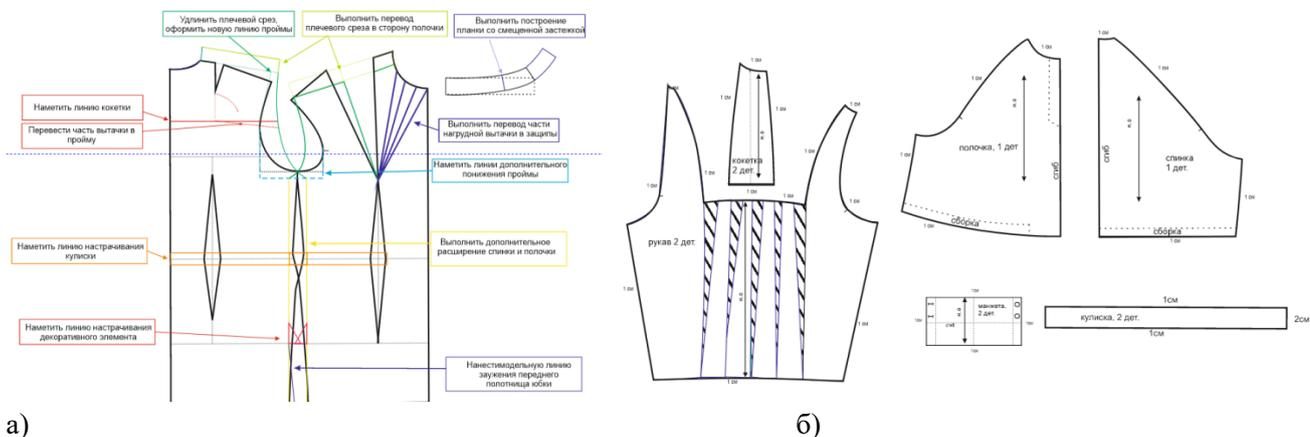

Рисунок 1 – пример оформления листа задания: а) нанесение линий и необходимых надписей для моделирования чертежа основы, б) результат моделирования
2. Используя графический редактор для конструирования и моделирования швейных изделий, в соответствии с эскизом и описанием нанесите новые фасонные линии на копию базового чертежа конструкции блузы на размер 42-44, соблюдая пропорции. Нанесите необходимые комментарии *по аналогии с ручным моделированием* (к примеру: закрыть вытачку) на изображения копии базового чертежа и представьте этот лист членам жюри в виде скриншота экрана и файла, сохраненного в указанную папку (рис. 1а).
3. Выполните копии основных деталей на листе и построение дополнительных деталей кроя, проведите моделирование, при необходимости оформите новые линии деталей, результаты представьте жюри в виде скриншота экрана и файла, сохраненного в указанную папку (рис. 1б).